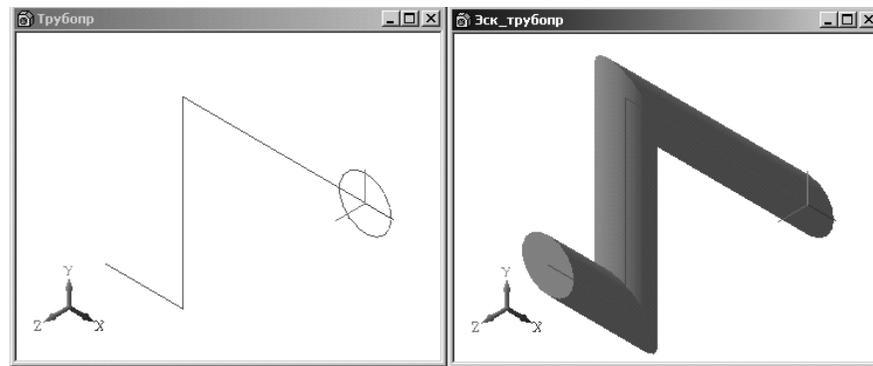

Рис. 1.53. Пример эскиза сечения, эскиза траектории и кинематического элемента
**Элемент перемещения эскиза по направляющей** – это деталь или элемент детали, полученный методом перемещения эскиза сечения по эскизу траектории (направляющей). Пример элемента выдавливания показан на рис. 1.53